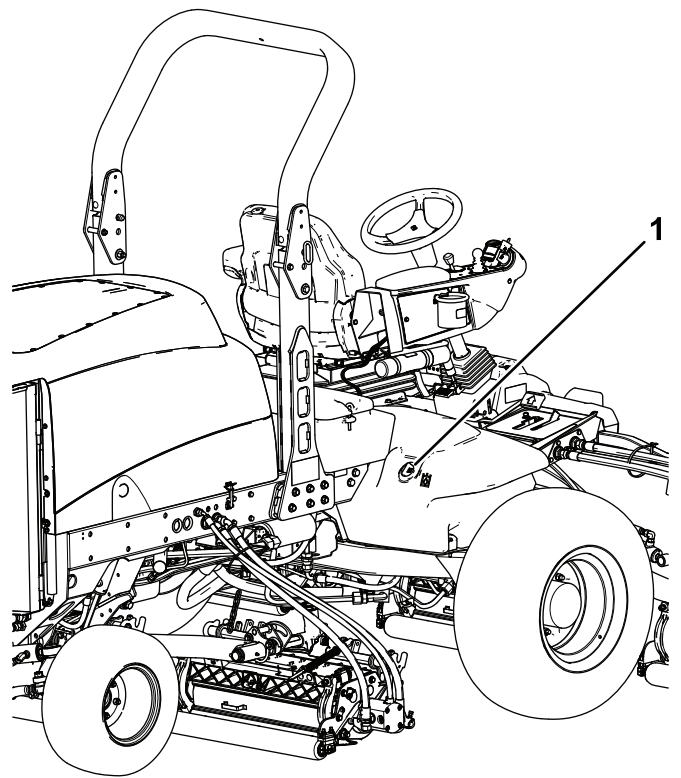

Figura 37
2. Pulite attorno al collo del bocchettone e del tappo del serbatoio idraulico (Figura 37).